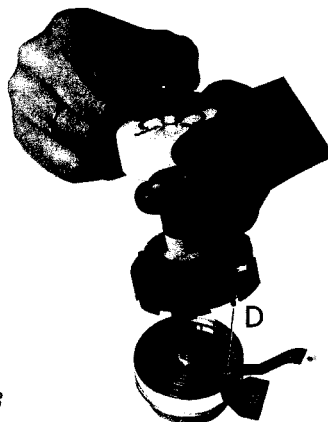

Fig. 8
- Place the tool on the cylinder; make sure that all three pins are in mesh with the plate, and place the cylinder so that the pin D fits into the hole on the stator (the arrow on the protection cover shall point towards the scanner PCB). See fig. 8.
- Das Werkzeug an der Kopftrommel anbringen, wobei darauf zu achten ist, daß alle 3 Beine mit dem Sicherungsring im Eingriff sind und die Kopftrommel so anbringen, daß der Zapfen D ins Loch am Stator hineinpaßt (der Pfeil an der Schutzkappe muß gegen die 'Scanner'-Platine zeigen). Siehe Abb. 8.
- Positionner l'outil sur le tambour, vérifier que les 3 doigts sont en prise avec la bague d'arrêt et régler le tambour pour que le tenon D s'engage dans l'orifice du stator (la flèche du boîtier de protection doit être orientée vers la carte d'analyse). Fig. 8. Engager le tambour neuf avec précaution en exerçant une pression d'1 N pour le repousser vers le stator. Le verrouiller en tournant la poignée vers "close".